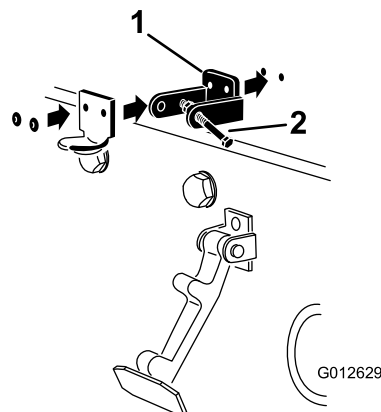

図 4
注 ロックブラケットをフード側にフードに当てて取り付けます 図 4。ロックブラケットアームについているボルトナットアセンブリは外さないでください。
- ブラケットとワッシャをフードにリベットで固定する 図 4。